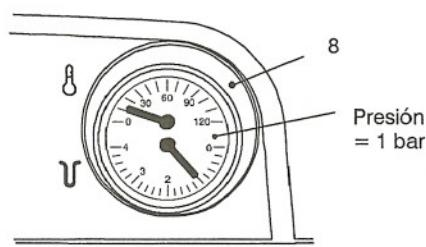

fig. 3.2
Desatornillar el grifo de relleno 15 en la fig. 3.1 que se encuentra bajo la caldera y al mismo tiempo comprobar la presión del circuito de calefacción con el termomanómetro 8 en la fig. 3.2
Verificar la presión con el termomanómetro 8 en la fig. 3.2, y llenar si necesario consultese el párrafo 3.1
**Presión baja del termomanómetro 8 de la fig. 3.2**
Controlar en el termomanómetro 8 en la fig. 3.2 que la presión del circuito de calefacción no esté próxima a 3 bar; en este caso se aconseja descargar parcialmente el agua de la instalación a través de las pequeñas válvulas de purga de los radiadores a fin de llevar la presión a un valor regular.